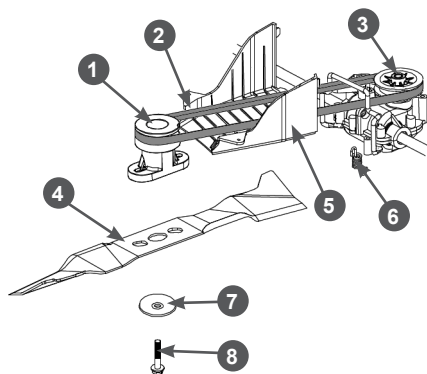

Рис. 26 Обслуживание ремня привода
3. Открутите два винта крепления и снимите защитный кожух 5 ремня (Рис. 26).
4. Попросите помощника нажать рычаг останова двигателя. Медленно проворачивая коленчатый вал двигателя за нож, внимательно осмотрите ремень 2 привода хода на наличие трещин, разрывов, отслоения корда (Рис. 26). При обнаружении поврежденного ремня необходимо заменить.
2. Открутите два винта крепления и снимите защитный кожух 5 ремня (Рис. 26).
3. Снимите ремень 2 со шкива адаптера в сторону двигателя и снимите адаптер 1 с вала двигателя (Рис. 26).
4. Снимите ремень со шкива 3 редуктора (Рис. 26).